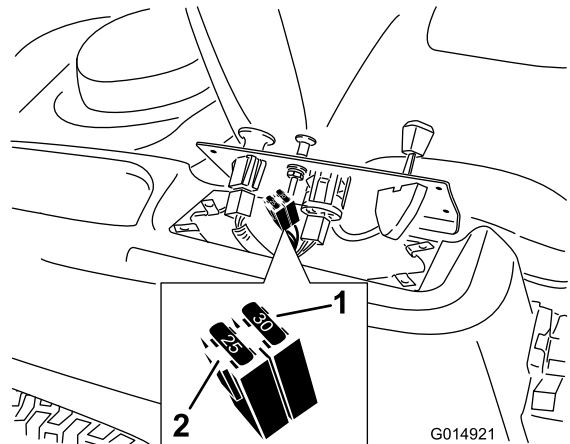

Figura 51
2. Levante el panel de control para tener acceso al arnés de cables principal y al bloque de fusibles (Figura 51).
3. Para cambiar un fusible, tire del fusible para retirarlo (Figura 51).